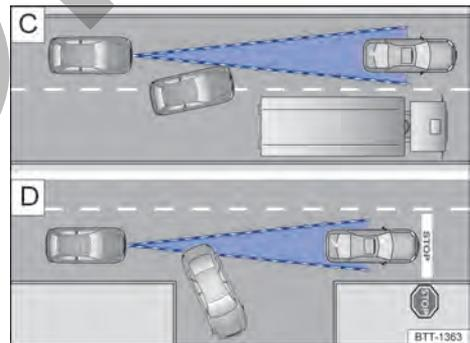

Fig. 99 **C**) Cambio de carril. **D**) Vehículo girando o parado.
Por ejemplo, si un vehículo detectado por el ACC gira o cambia de carril, y si hay un vehículo parado frente a este vehículo, el ACC no reaccionará al vehículo parado → fig. 99 .
- Vehículos que cambian al carril donde usted está a poca distancia del vehículo → fig. 99 .